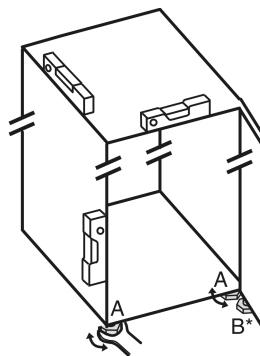

Fig. 51
- Skru ut de justerbare føttene Fig. 51 (A) ved hjelp av den medfølgende fastnøkkelen og et vater til apparatet er godt justert og i vater.
- Skru ut den justerbare foten Fig. 51 (B) på lagerbukken ved hjelp av den medfølgende fastnøkkelen til den hviler på gulvet.
- Skru den justerbare foten Fig. 51 (B) ytterligere 90°.